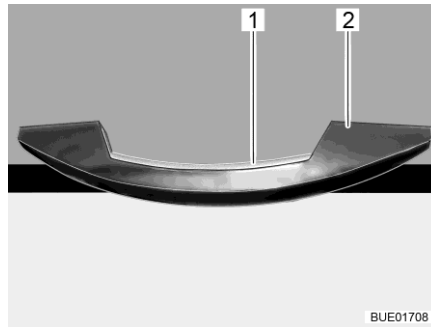

Fig. 65 Maniglia con listello di sblocco (esempio)
- Apertura:** ■ Premere il listello di sblocco (Fig. 65,1) e mantenerlo premuto.
■ Tirare la maniglia (Fig. 65,2) finché lo sportello del mobile non si apre.